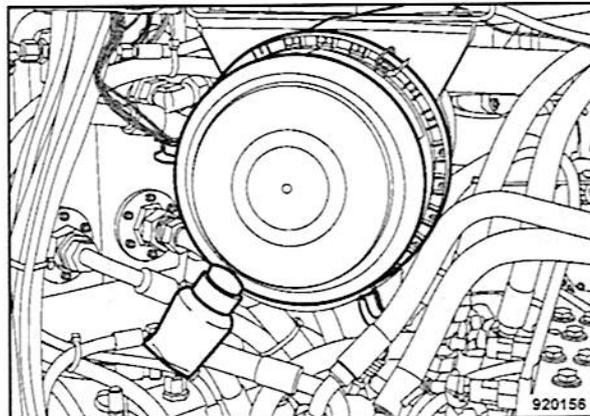

Fig. 186
- Abrir tres estribos tensores y retirar la cubierta del filtro (Fig. 186).